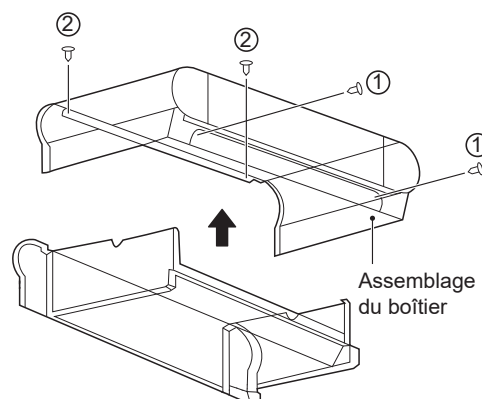

Figure 5-17 Retrait du boîtier
Comme illustré à la Figure 5-17, retirez les vis ①*2 et ②*2 puis le boîtier.